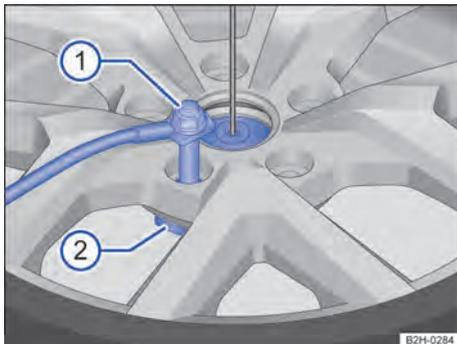

Fig. 199 Roda sobressalente ou roda de emergência: soltar o parafuso de segurança.
- Desparafusar o parafuso de segurança com a chave de roda no sentido anti-horário do suporte do aro → Fig. 199 ①.